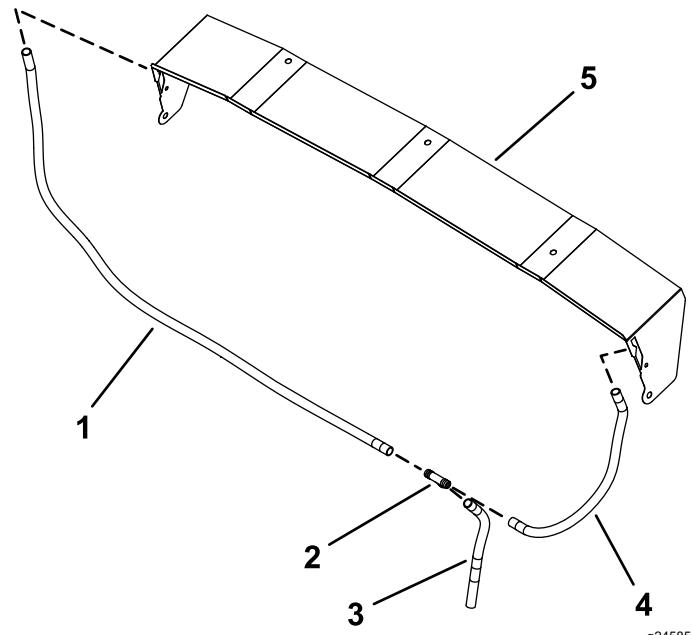

図 42
4. T字フィッティングを使って、122 cm の透明チューブを 33 cm の透明チューブと 43 cm の透明チューブに接続する図 42。